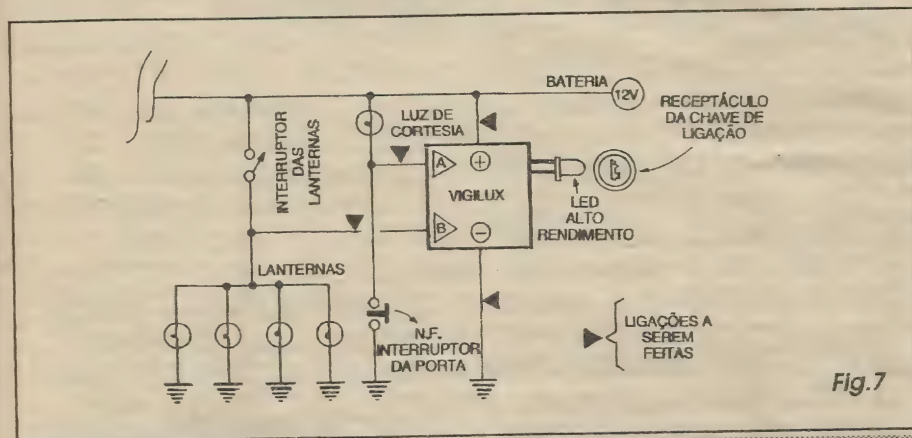

Fig. 7
- FIG. 7 - DIAGRAMA DA INSTALAÇÃO GERAL DO VIGILUX... - O esqueminha mostra, com bastante clareza (mesmo assim, é preciso alguma atenção...) como o circuito do VIGILUX, após sua completa montagem, deve ser acoplado ao sistema elétrico do veículo, detalhando ponto por ponto de conexão, com as ligações a serem anexadas ao circuito original do carro marcadas com pequenos triângulos/setas negros... Além das simples conexões de alimentação (o **negativo** poderá ser ligado a um ponto de *massa* do carro, próximo ao local de instalação do circuito...) e do LED, as ligações dos pontos **A** e **B** merecem especiais cuidados... O ponto **A** é ligado eletricamente à junção de um dos terminais da lâmpada interna de cortesia (aquela que automaticamente acende, quando se abre a porta do veículo...) com o respectivo interruptor (este do tipo normalmente fechado, disposto na própria porta do carro, e acionado pela balsa desta...). Já o ponto **B** é ligado aos terminais *vivos* (os não normalmente aterrados...) das lâmpadas das lanternas, ou seja: do ponto em que tais lâmpadas são ligadas ao respectivo interruptor... Conforme já foi dito, notar que a conexão do **positivo** da alimentação do VIGILUX deve ser feita a um ponto onde *permanentemente* existam os 12V nominais da bateria (*não* ligar a ponto onde apenas surjam os 12V positivos quando a chave do veículo for acionada...).